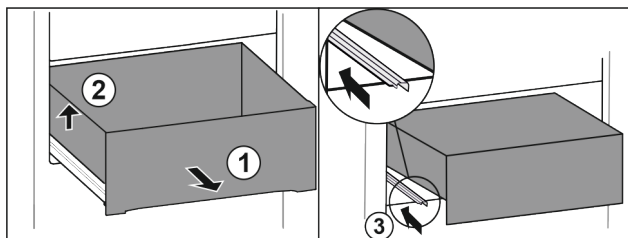

Fig. 77
- ▶ Predal izvlecite do omejevala. Fig. 77 (1)
- ▶ Dvignite predal levo. Fig. 77 (2)
- ▶ Vstavite levo vodilo. Fig. 77 (3)